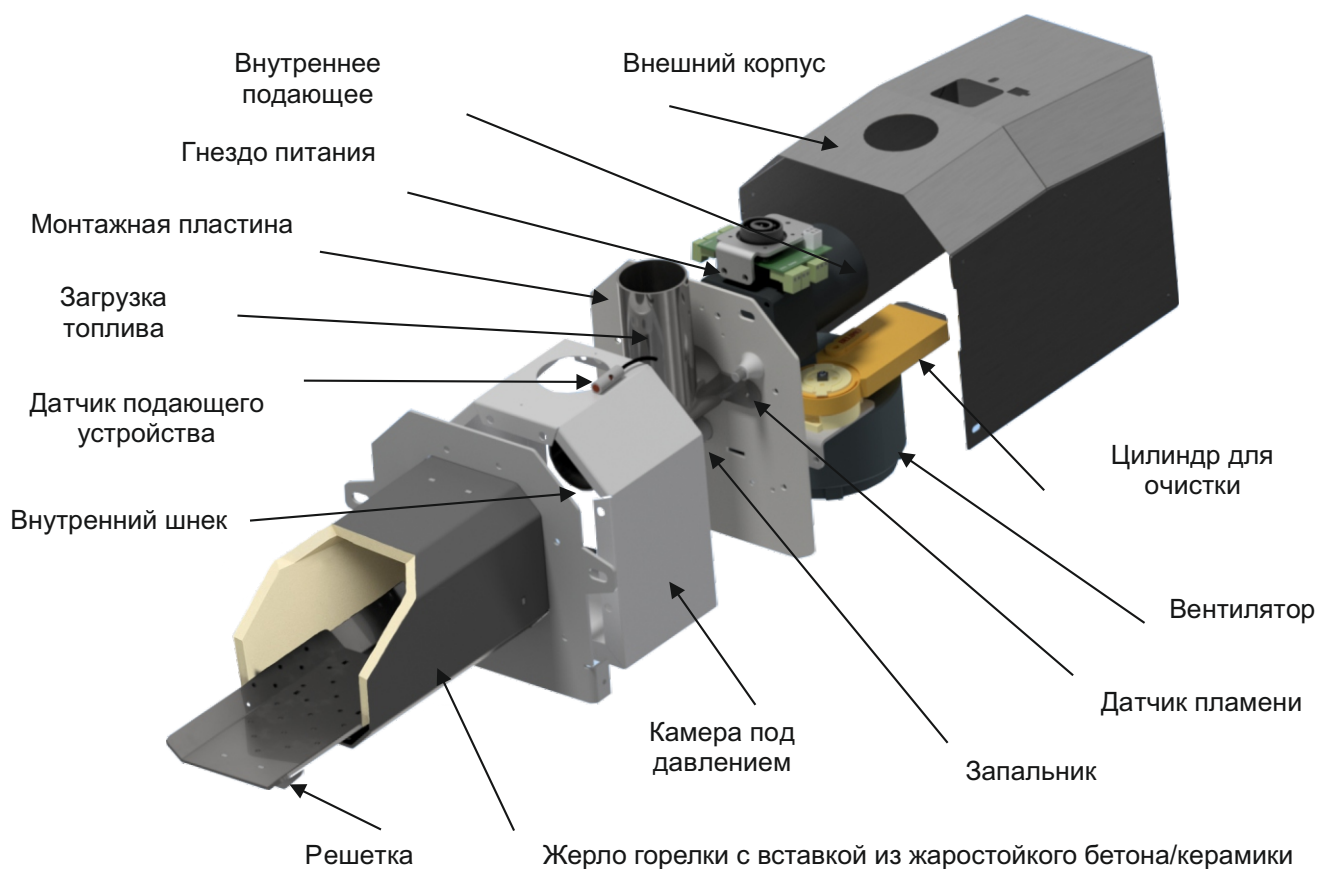

Рисунок 5. Состав и устройство Горелок UNITECH 100-400
2. Рисунок 5. Состав и устройство Горелок UNITECH 100-400